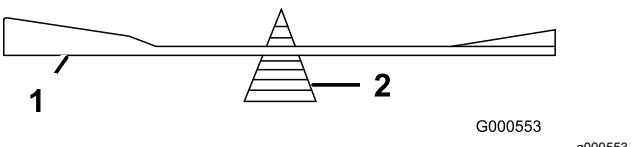

Figure 65
- Vérifiez l'équilibre de la lame en la plaçant sur un équilibrEUR (Figure 65).